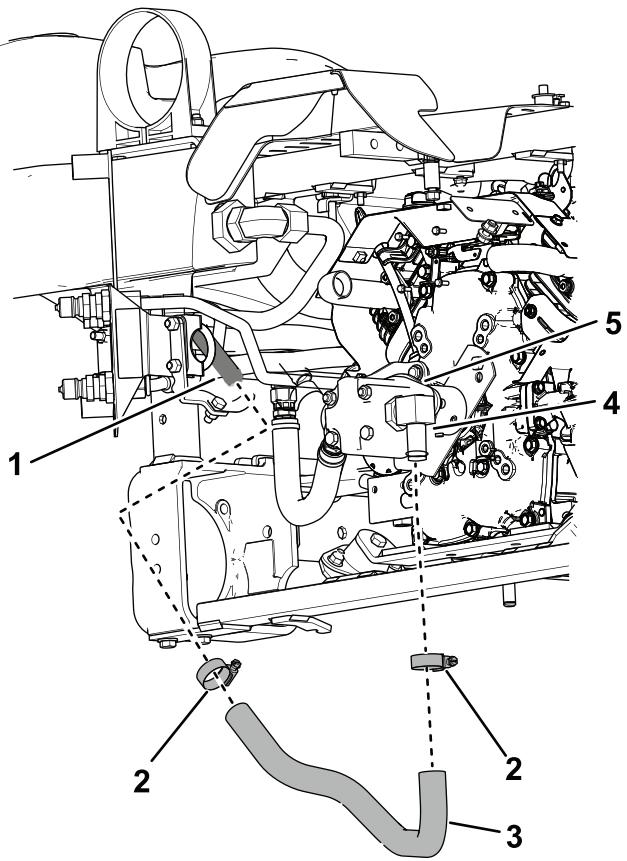

Figura 26
2. Collegate il flessibile idraulico grande al gomito a 90° montato sul lato della pompa idraulica (Figura 26).
3. Serrate una fascetta stringitubo intorno al flessibile e al gomito (Figura 26).
4. Collegate il flessibile idraulico grande al tubo idraulico numero 3 (Figura 26).
5. Serrate la fascetta stringitubo intorno al flessibile e al tubo idraulico numero 3 (Figura 26).